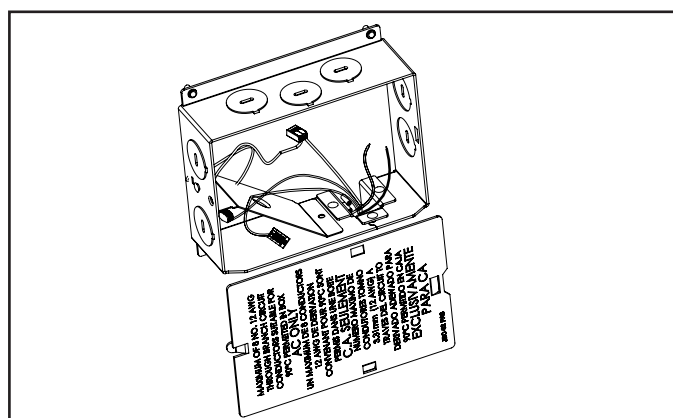

Figura 11
2. Retire la cubierta de la caja de conexiones (Figura 11).